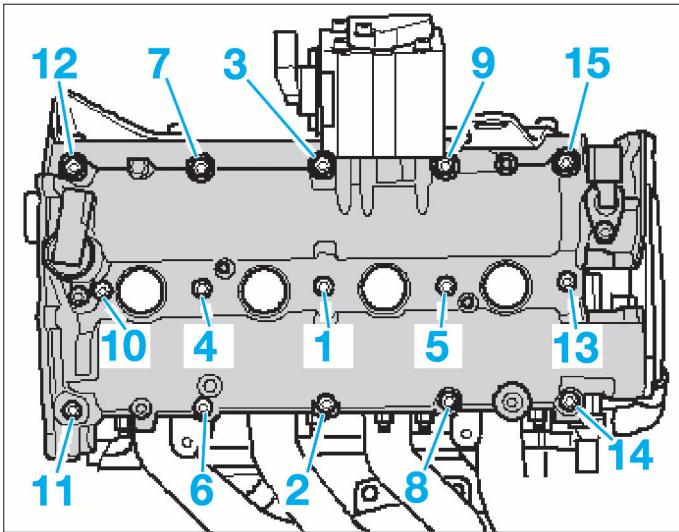

FIG. 56
- Desserrer progressivement, et dans l'ordre inverse indiqué, les vis de fixation du carter d'arbres à cames puis le dégager (Fig.56).
- Serrer les vis du carter d'arbre à cames en respectant l'ordre et le couple de serrage prescrit (Fig.56).